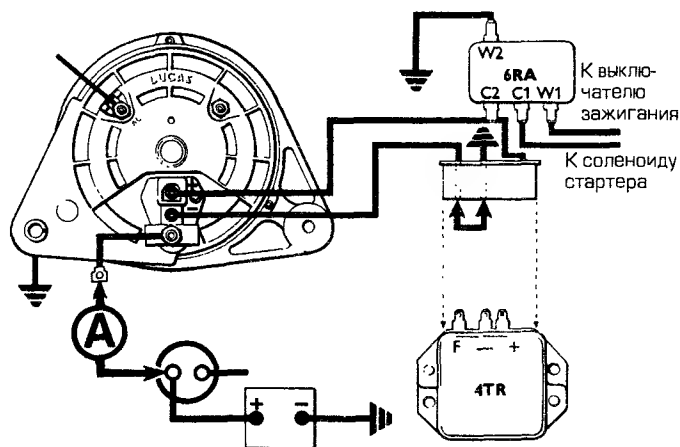

Рис. 3.49. Проверка цепи возбуждения
Самый простой способ проверки цепи возбуждения - отсоединить провода от внешних контактов регулятора 4TR и подключить амперметр к контактам (F) и (-) (см. рис. 3.49). При включении зажигания амперметр должен показывать примерно 3 А. Если тока нет, значит в цепи произошел разрыв.